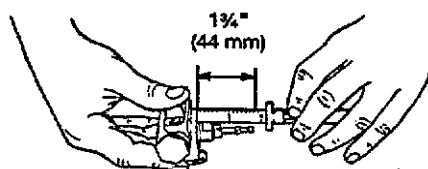

Fig. 10
- Ajustar la aguja de tal manera que sobresalga 44 mm por la parte de atrás del alojamiento. Ver Fig. 10.
- Atornillar el sujetador de tobera (30) con holgura en el soporte del alojamiento. Apretar aplicando un par de apriete de 2,8-3,9 N.m y utilizando el extremo de 1/2 pulgadas de la llave (35).